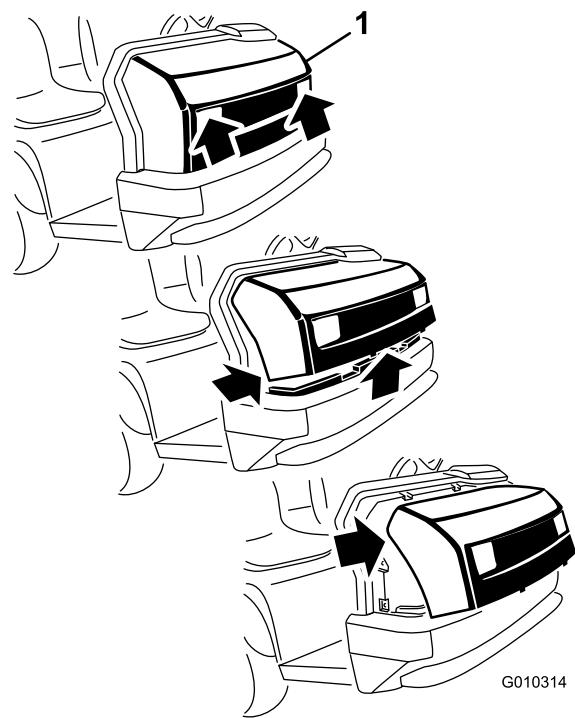

Рисунок 3
- Взявшись за капот в области проемов фар, поднимите его вверх, чтобы высвободить нижние монтажные лапки из пазов рамы (Рисунок 3).
- Потяните низ капота на себя и вверх, чтобы высвободить верхние монтажные лапки из пазов рамы (Рисунок 3).
- Потяните верх капота на себя и отсоедините кабельные разъемы от фар (Рисунок 3).